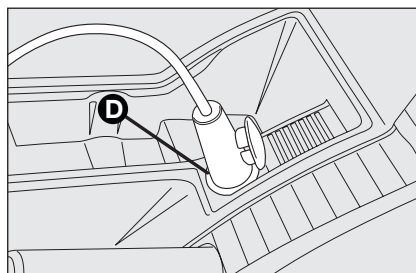
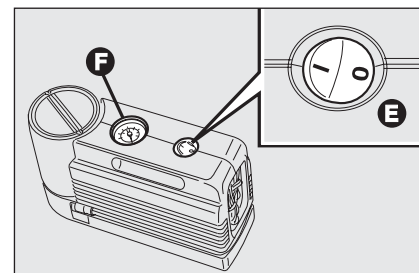

fig. 16
fig. 17
- ☐ asegúrese de que el interruptor **E**-fig. 17 del compresor esté en posición **0** (apagado), ponga en marcha el motor, introduzca el enchufe **D**-fig. 16 en la toma del encendedor y accione el compresor poniendo el interruptor **E**-fig. 17 en posición **I** (encendido). Infle el neumático a la presión prescrita "Presión de inflado en frío" en el capítulo "Datos técnicos". Para obtener una lectura más precisa, le aconsejamos controlar el valor de la presión en el manómetro **F**-fig. 17 con el compresor apagado;